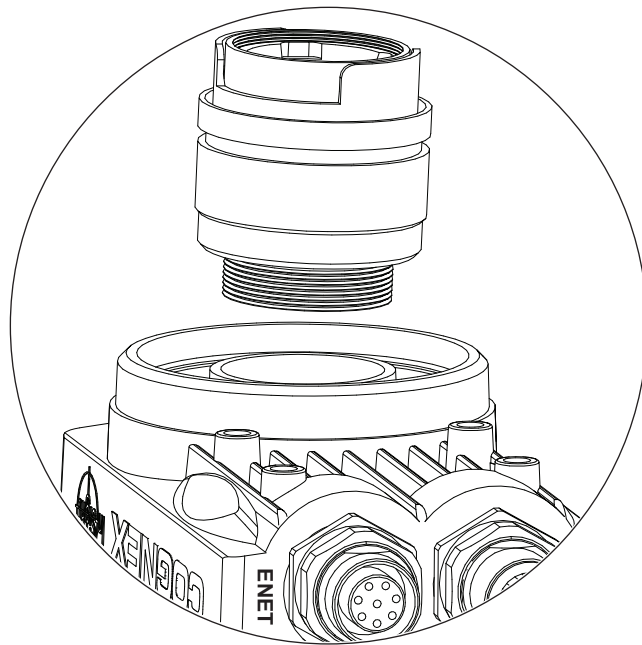

Figure 2-1 : Installation de l'objectif
1. Retirez le capuchon d'objectif et installez un objectif à monture C sur le système de vision (Figure 2-1).